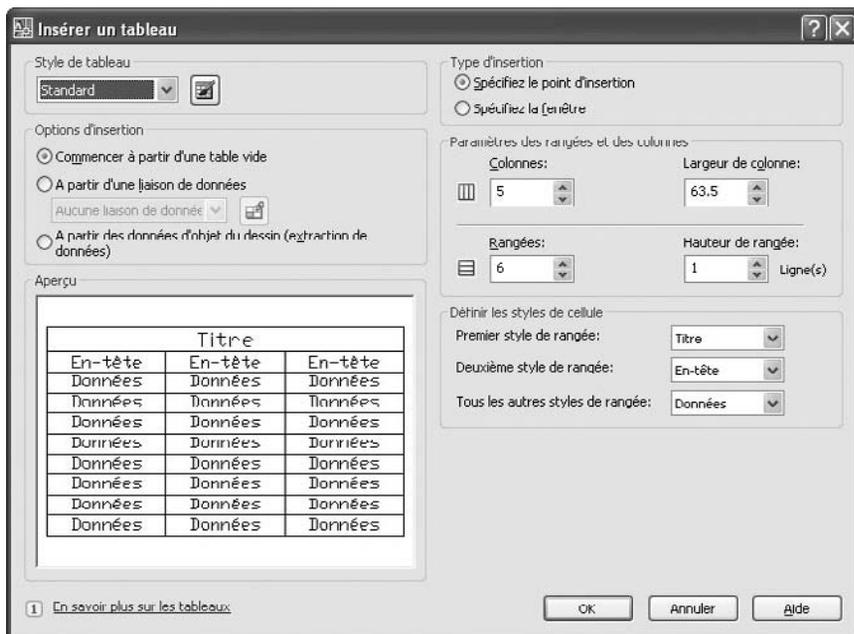

Fig.12.1
**La création d'un tableau vide peut s'effectuer à l'aide la méthode suivante (fig.12.1) :**